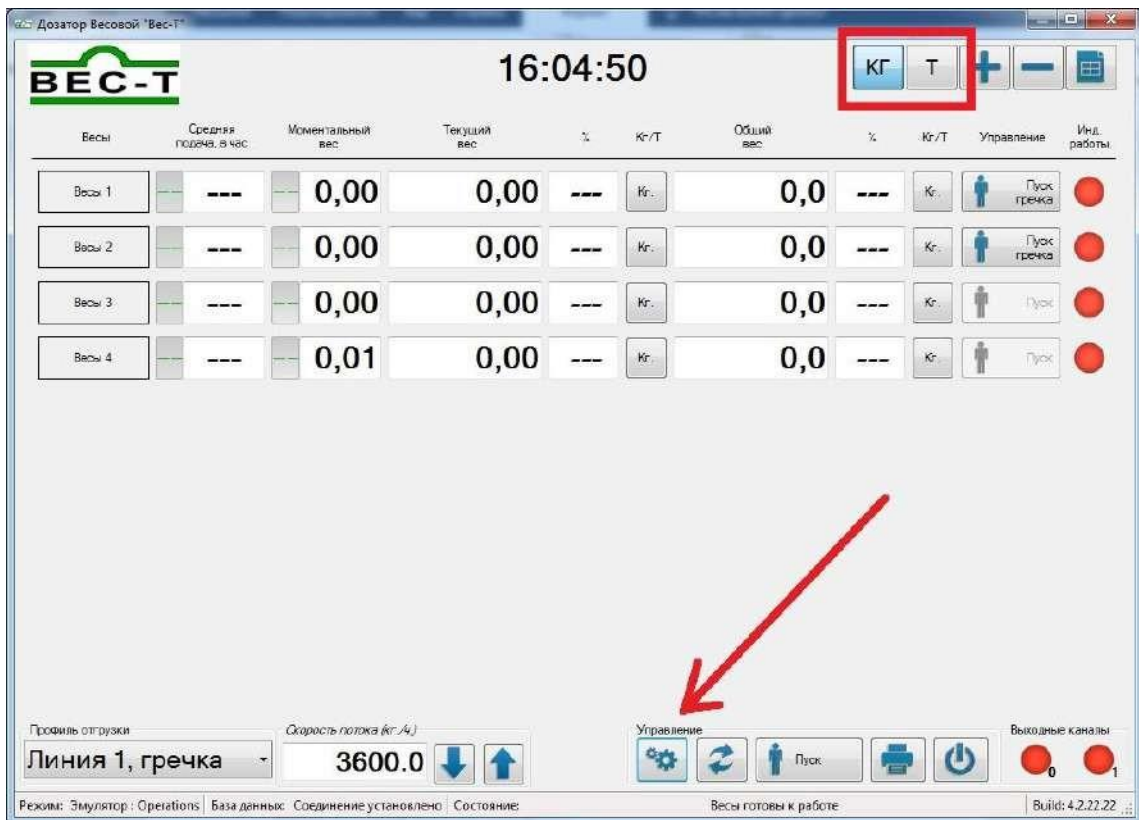

Рисунок 1.10
- 3.2.1. В основном окне программы выберите единицы измерения, в которых будет производиться калибровка, нажав соответствующую кнопку <КГ> или <Т> в правом верхнем углу экрана. Затем нажмите кнопку <УПРАВЛЕНИЕ> (см. Рис. 1.10);